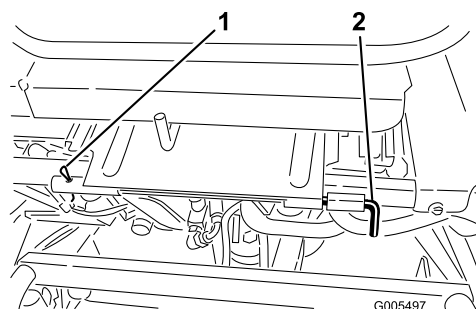

Figura 28
3. Abbassate il sedile e togliete il perno a rullo che fissa l'asta orientabile del sedile al telaio (**Figura 28**).